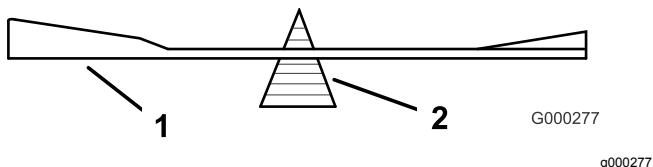

Figura 107
2. Verifique el equilibrio de la cuchilla colocándola sobre un equilibrador de cuchillas (Figura 107).